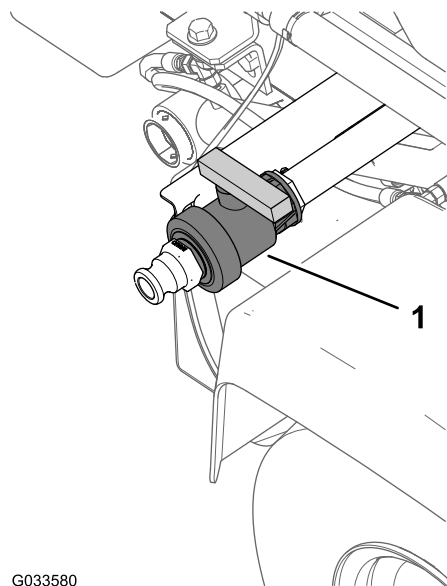

Figura 82
2. Localize válvula de escoamento do depósito no lado esquerdo da máquina (Figura 82).